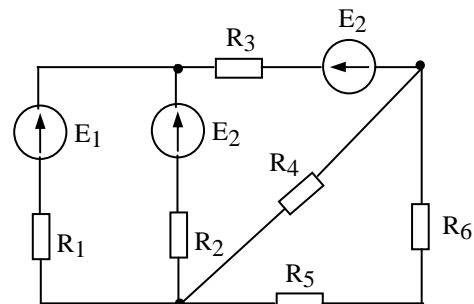

Рис.1.4.16
1.4.16. Определить токи в ветвях схемы (рисунок 1.4.16), выбрав наиболее экономичный способ решения. Параметры элементов схемы: $E_1=40$ В, $E_2=10$ В, $E_3=16$ В, $R_1=4$ Ом, $R_2=2$ Ом, $R_3=1$ Ом, $R_4=6$ Ом, $R_5=2$ Ом, $R_6=4$ Ом. Составить баланс мощностей.